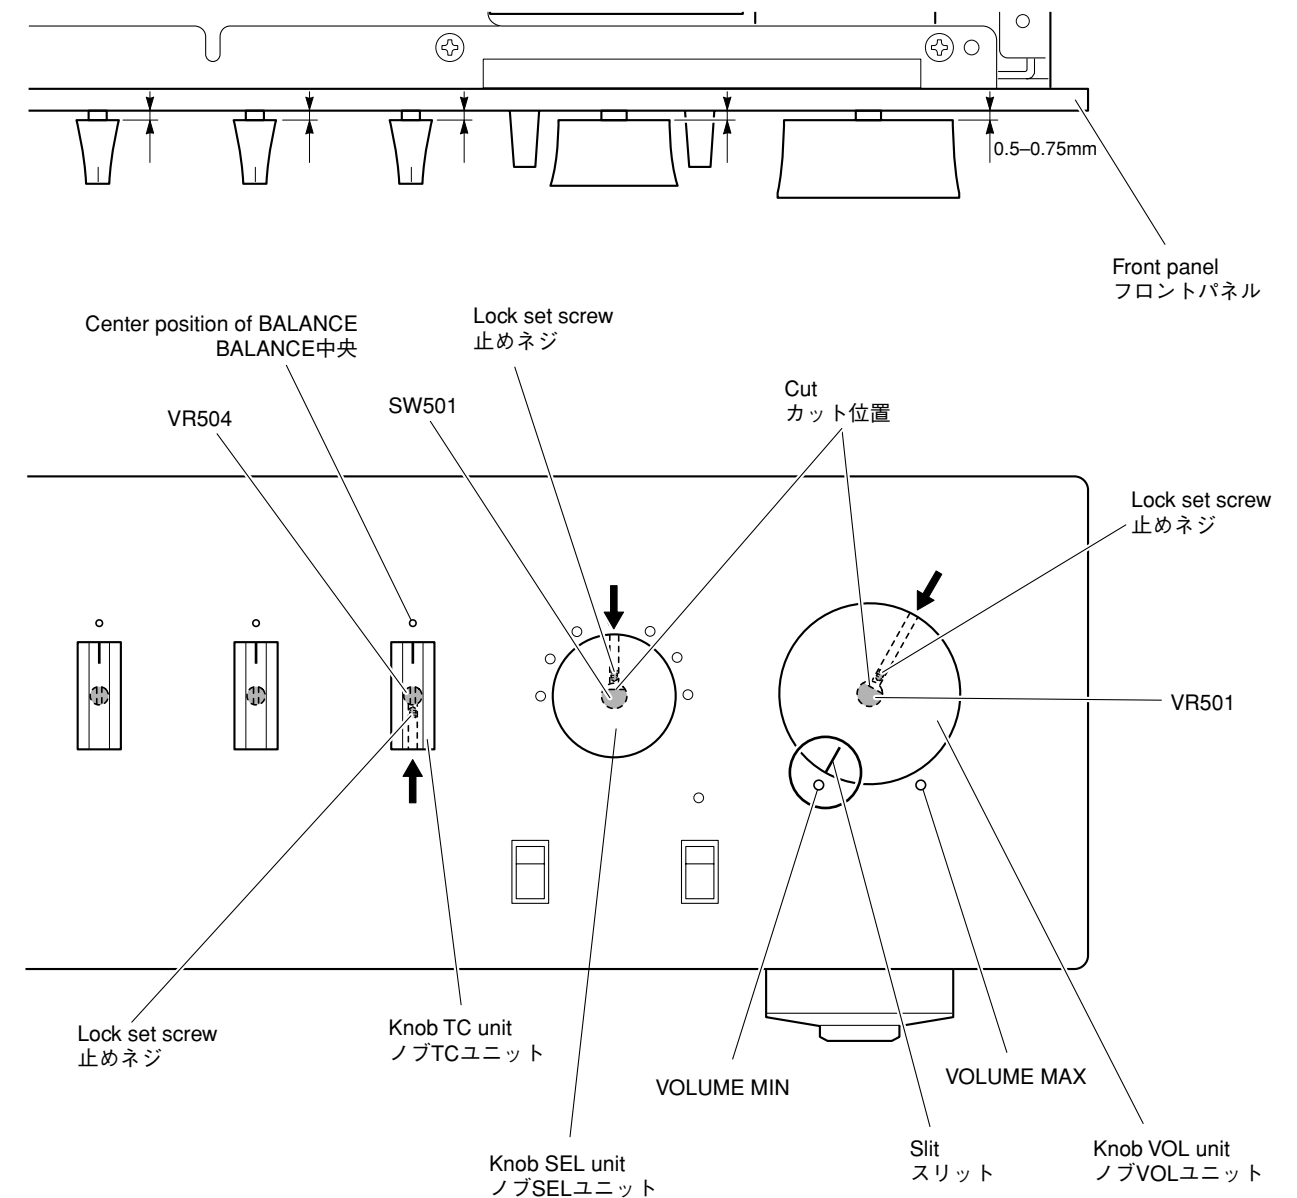

Fig. 2
- Turn the VOLUME (VR501) counterclockwise fully. (Fig. 2)
- Match the slit in the knob VOL unit with the "VOLUME MIN" position and install it in that state. (Fig. 2)
- Keep about 0.5 mm to 0.75 mm clearance from the front panel to knob VOL unit. (Fig. 2)
- Turn the INPUT (SW501) so that the cut in it comes at the top. (Fig. 2)
- Install the knob SEL unit with its lock set screw positioned at the top. (Fig. 2)
- Keep about 0.5 mm to 0.75 mm clearance from the front panel to knob SEL unit. (Fig. 2)
- Turn the BALANCE (VR504) in both directions and set it to the center position. (Fig. 2)
- Match the slit in the knob TC unit with the center position of BALANCE and install it in that state. (Fig. 2)
- Keep about 0.5 mm to 0.75 mm clearance from the front panel to knob TC unit. (Fig. 2)
- Tighten the lock set screw of the knob TC unit. (Fig. 2)
- VOLUME (VR501) を左いっぱいに回します。(Fig. 2)
- ノブVOLユニットのスリットを“VOLUME MIN”の位置に合わせ、取り付けます。(Fig. 2)
- フロントパネルからノブVOLユニットまで0.5～0.75mm程度隙間をあけます。(Fig. 2)
- VOLUME (VR501)のカット位置に止めネジ位置を合わせ、止めネジを締めます。(Fig. 2)
- INPUT (SW501)のカット位置が上になるよう回します。(Fig. 2)
- ノブSELユニットの止めネジ位置を上にして取り付けます。(Fig. 2)
- フロントパネルからノブSELユニットまで0.5～0.75mm程度隙間をあけます。(Fig. 2)
- INPUT (SW501)のカット位置に止めネジ位置を合わせ、止めネジを締めます。(Fig. 2)
- BALANCE (VR504) を左右に回し、中央の位置に合わせます。(Fig. 2)
- ノブTCユニットのスリットをBALANCE中央の位置に合わせ、取り付けます。(Fig. 2)
- フロントパネルからノブTCユニットまで0.5～0.75mm程度隙間をあけます。(Fig. 2)
- ノブTCユニットの止めネジを締めます。(Fig. 2)